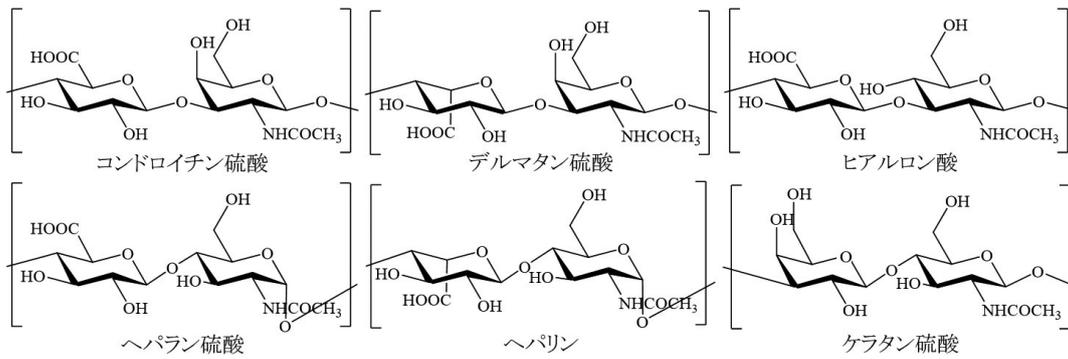

図1 GAGに分類される酸性多糖類の構造
GAG の化学的構造は、硫酸基が付加された繰り返し二糖単位からなる直鎖状の酸性多糖類である。二糖単位はアミノ糖とウロン酸 (UA) またはガラクトース (Gal) から構成されている。さらに、アミノ糖は、*N*-アセチル-D-ガラクトサミン (GalNAc) または *N*-アセチル-D-グルコサミン (GlcNAc)、UA は、グルクロン酸 (GlcA) またはその C5 エピマーである L-イズロン酸 (IdoA) の構造をとる。GAG は、グリコシド結合の種類に基づいて、コンドロイチン硫酸/デルマトン硫酸 (CS/DS)、ヒアルロン酸 (HA)、ヘパラン硫酸/ヘパリン (HS/HP)、およびケラタン硫酸 (KS) に分類される (図 1)。HA を除くすべての GAG は、ヒドロキシ基の一部が硫酸基で修飾されており、硫酸化の程度やパターンの違いにより複雑で多様な構造を持つことが知られている。例えば、CS は GlcA と GalNAc が交互に繰り返される構造であり、硫酸化パターンに基づいて、主要な CS-A, B, C, D, E の 5 種類に分類される。CS-A は主に A ユニット (アミノ糖の C4 位が硫酸化された一硫酸化二糖: GlcA-GalNAc4S)、CS-C は主に C ユニット (アミノ糖の C6 位が硫酸化された一硫酸化二糖: GlcA-GalNAc6S)、CS-E は E ユニット (アミノ糖の C4 位と C6 位が硫酸化された二硫酸化二糖: GlcA-GalNAc4S6S) を主成分として構成されている。CS-D は C ユニットを含むことに加え、D ユニット (アミノ糖の C6 位と UA の C2 位が硫酸化された二硫酸化二糖: GlcA2S-GalNAc6S) の構成割合が高いことが特徴的である。さらに、CS-B は、DS として知られており、B ユニット (アミノ糖の C4 位と UA の C2 位が硫酸化された二硫酸化二糖: IdoA2S-GalNAc4S) を含むことが各 CS の特徴と言える。上述したように、各 GAG は構成する二糖類の硫酸基の数と修飾される位置によって多様な構造を示すが、この多様性がさまざまな機能に関与している可能